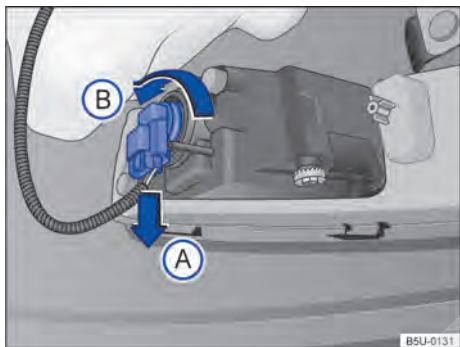

Fig. 203 Atrás do para-choque dianteiro: acesso à lâmpada incandescente do farol de neblina.
2. Desencaixar o conector de alimentação da lâmpada → Fig. 203 no sentido da seta (A), pressionar, ao mesmo tempo, a trava de fixação do conector.
3. Girar o soquete da lâmpada → Fig. 203, no sentido anti-horário da seta (B), e desencaixá-lo do alojamento.